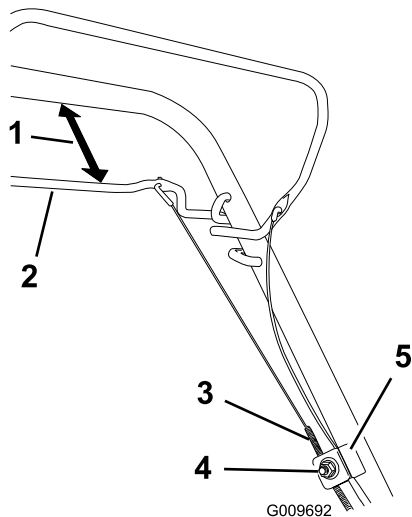

Figura 48
1. Afloje la tuerca de apoyo del cable (Figura 48).
2. Sujete la barra de la transmisión autopropulsada a una distancia de 25 a 38 mm del manillar (Figura 48).
3. Tire hacia abajo de la cubierta del cable (hacia la máquina) hasta eliminar la holgura en el cable (Figura 48).